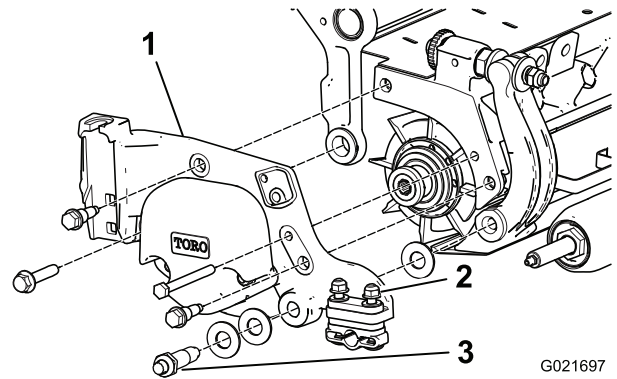

図 4
6. Cuttingユニットに左サイドプレートを固定しているボルト4本を外して、後ローラのクランプナットをゆるめ、サイドプレートをCuttingユニットから外す（図 4）。